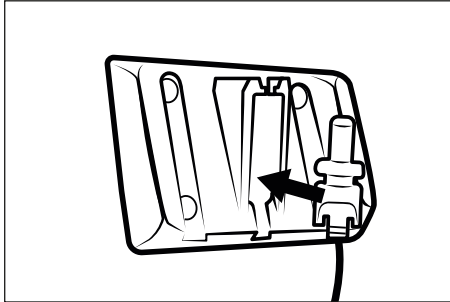

Fig. 4
- 1) Coloque a ficha fêmea **11** da fonte de alimentação **10** no suporte de parede **18** (ver fig. 4). Fixe a ficha fêmea **11**, rodando-a.